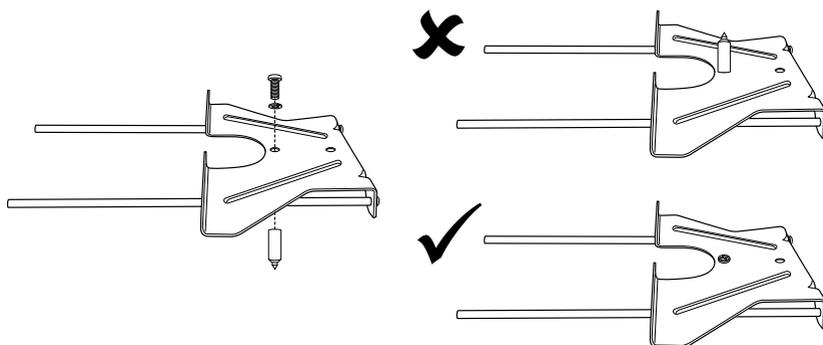

Fig. 9a
- > Fixez l'ensemble avec la rondelle élastique et la vis à l'aide d'un tournevis cruciforme approprié (Fig. 9a).